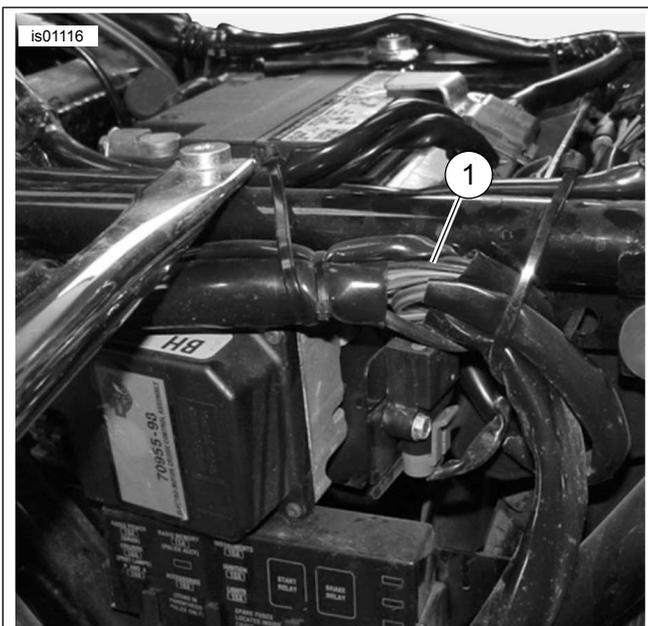

Figura 11. Conexiones de alimentación (modelos XL)
1. Vea Figura 11. Cuidadosamente corte y abra un área de la envoltura del arnés principal, dentro de la cubierta eléctrica lateral o debajo del asiento en un punto accesible y corte un cable conductor de energía naranja/blanco del arnés principal.
La fuente de alimentación de la **batería** de la empuñadura con calefacción es el terminal **plateado** del disyuntor dentro de la cubierta eléctrica lateral. Vea Figura 19 y Figura 11.